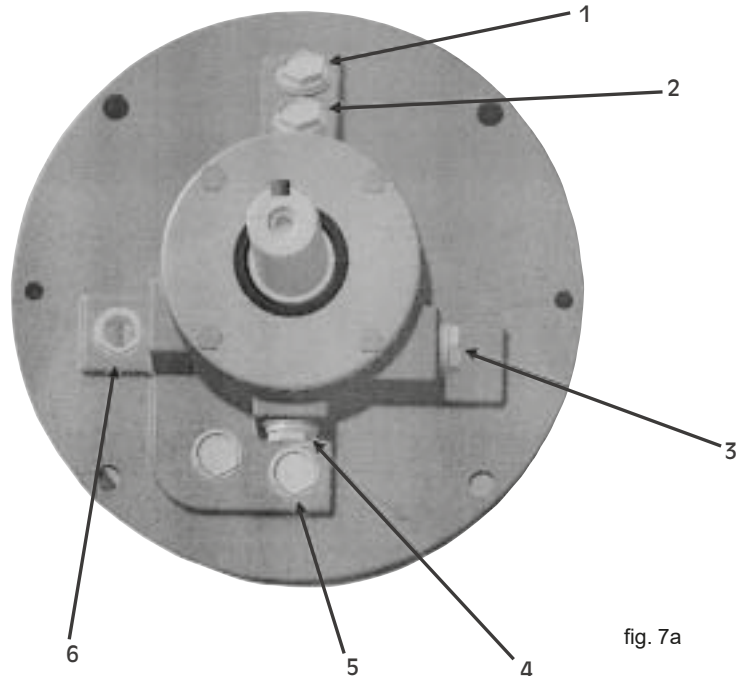
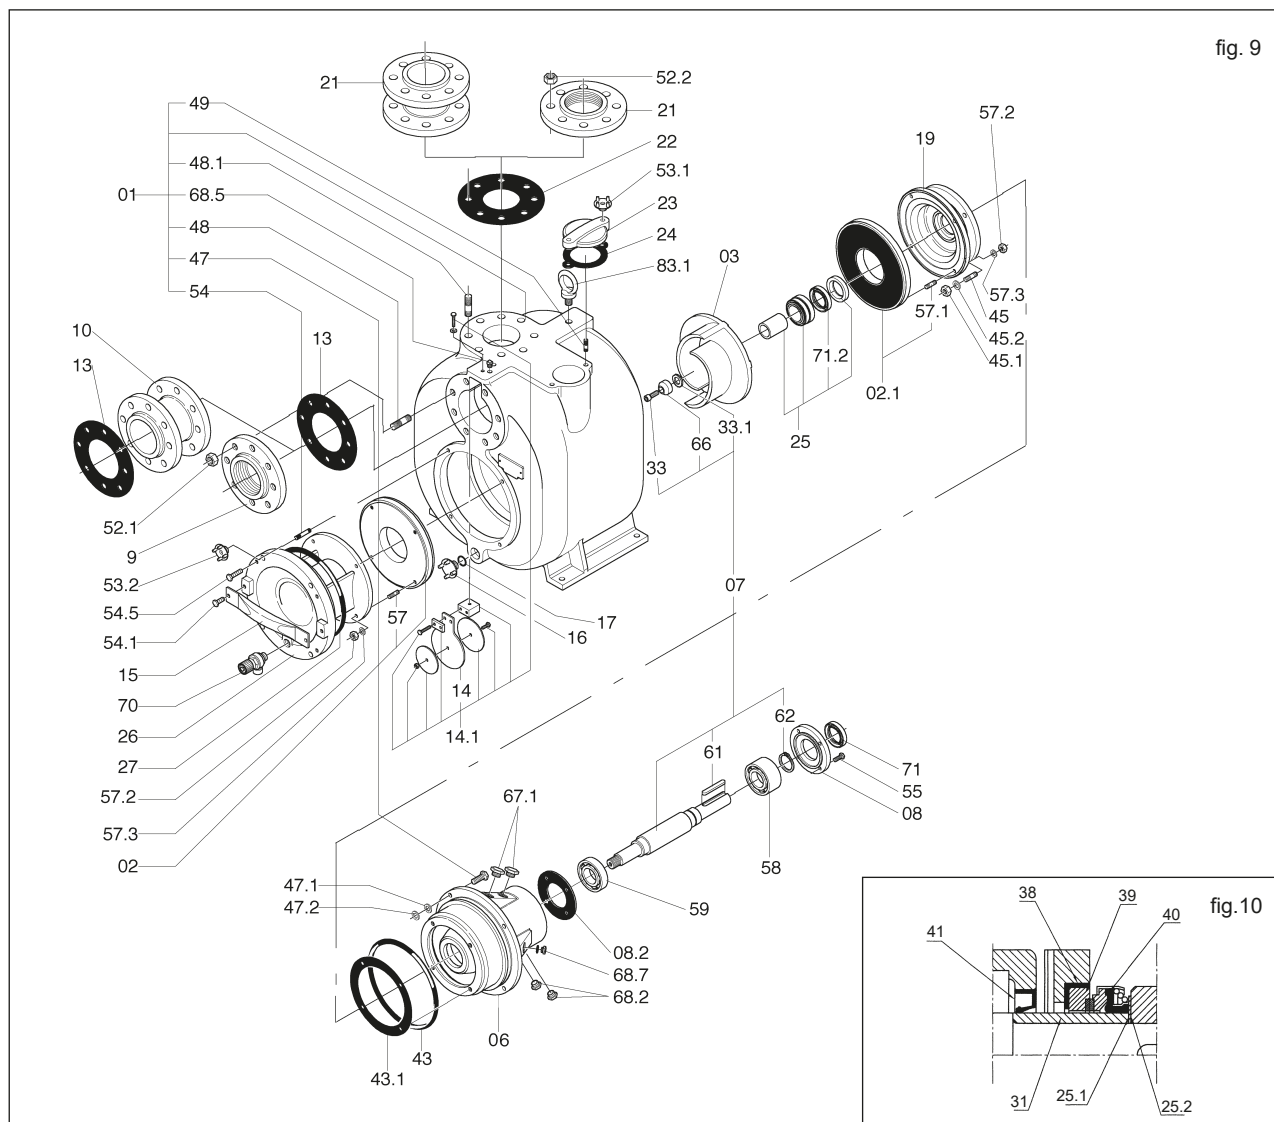

fig. 7a
fig. 9
Controle el nivel de aceite del cierre y de los cojinetes mediante los indicadores de nivel situados en el soporte (Fig. 7a).
13.2 Sustitución del impulsor (fig. 9)
- Vacíe el aceite del cierre, desenroscando el tapón 5 (fig. 7a)
- Desenrosque los tornillos (47) y quite el grupo giratorio compuesto de impulsor (03), portamotor (19), soporte (06) y eje (07)
- Bloquee el impulsor (03) y desenrosque el tornillo (33) y quite la ojiva (66) para la serie ST-R2, R3 y R8; para ST-R4 y R6 quite el muelle cónico de compresión (33.1).
13.3 Sustitución del disco de desgaste trasero (fig. 9)
- Desmonte el impulsor (03) tal como descrito en el párrafo 13.2
- Desenrosque los tornillos (57.1) del portamotor (19)
13.4 Sustitución del disco de desgaste delantero (fig. 9)
- Desenrosque las manijas (53.2) y quite la tapa (26)
- Desmonte y sustituya el disco de desgaste (02)
13.5 Sustitución de las válvulas (fig. 9)
- Desenrosque los tornillos (47) del soporte (06)
- Quite el soporte (06), junto con el impulsor y el portamotor, del cuerpo de la bomba (01)
- Extraiga el impulsor (03), tal como indicado en el párrafo 13.2
- Monte la pieza (39) con la junta (38); para facilitar la operación, engrase el alojamiento y la junta; de ser necesario, utilice una placa de madera o similar para empujar la pieza (39) en el alojamiento del portamotor (19)
- Fije el portamotor (19) al soporte (06) mediante las tuercas (57.2)
- Lubrique con aceite el cierre (40), el distanciador (31) e introduzca en un lado del distanciador la parte giratoria del cierre.
- Introduzca el distanciador con el cierre en el eje, venciendo la resistencia del sello de aceite (41).
- Introduzca el anillo de sostén del cierre (25.1). Empuje este último hacia adelante hasta que se pueda montar la lengüeta (60)
- Monte nuevamente el impulsor (03), la ojiva (66) y enrosque el tornillo (33) para la serie ST-R2, R3 y R8; para ST-R4 y R6 monte el muelle cónico de compresión 33.1 (fig. 9)
13.8 Mantenimiento de los cojinetes (fig. 9)
- Vacíe el aceite del cierre y de los cojinetes desenroscando los tapones 4 y 5 (fig.7a)
- Extraiga el soporte (06) del cuerpo de la bomba (01) junto con el impulsor y el portamotor.
- Extraiga el impulsor (03), tal como descrito en el párrafo 13.2
- Extraiga el cierre (25), tal como descrito en el párrafo 13.6
- Desmonte el cubrecojinete (08)
- Extraiga el eje (07) junto con los cojinetes (58) y (59)
mediante la tapa de inspección (26) (fig. 9) controle las condiciones del impulsor, o desmonte el cuerpo de la bomba, tal como descrito en el párrafo 13.2